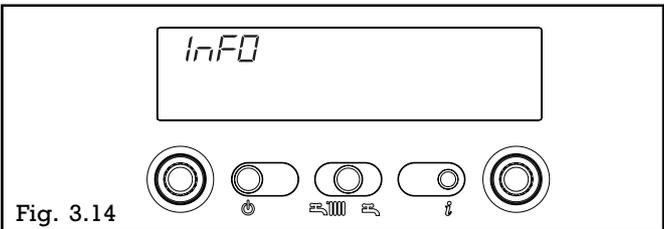

Fig. 3.14
En appuyant sur la touche **i**, l'afficheur s'éteint et seule l'inscription InFO reste (fig. 3.14): certaines informations utiles au fonctionnement de la chaudière sont alors consultables.
- Info 0** affiche l'inscription InFO (fig. 3.14)